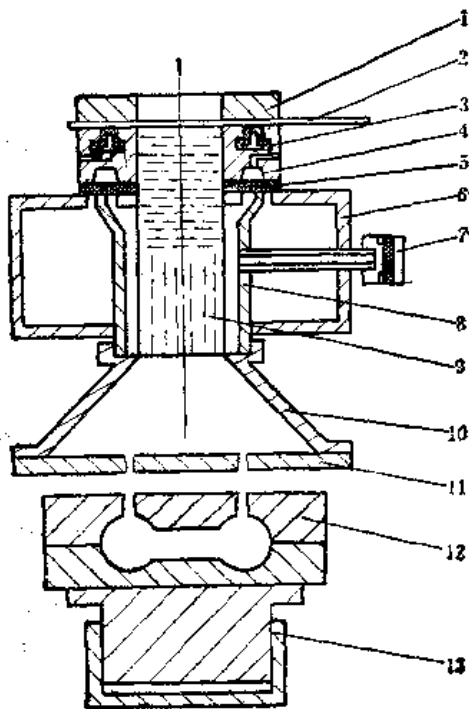
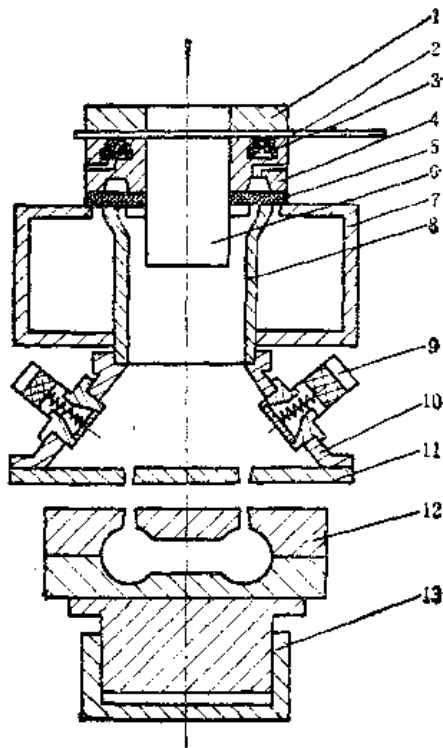

图3-1-2 射砂机构示意图
图3-1-3 改进后射砂机构示意图
射芯机的种类很多，但不管哪种射芯机都有射砂机构，其结构特点如图3-1-2。
砂机构作了如下的改进（见图3-1-3）。
② 取消原来的快速排气阀7（见图3-1-2），在射头上安装新设计的排气阀9（见图3-1-3），射完砂后，射腔里的压缩空气透过砂层从排气阀9排出。采用此排气阀后排气噪声大大降低，同时也消除了排气带砂。改进后，排气时间虽然延长2~3s，但此时间包括在硬化时间之内，对热芯盒讲，没有增加制芯周期。